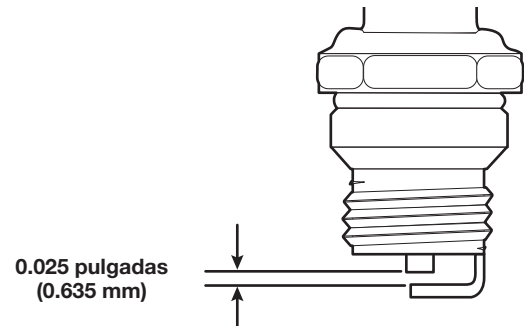

Fig. 9
4. Use un calibre de separación para ajustar una separación de aire de **0.025 pulgadas (0.635 mm)** (Fig. 9).